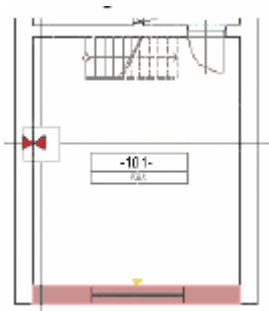

Рис. 2.1-4
1. Создайте левую стену в помещении 101. Также, как и в **части 2.1.1 пункт 2** переместите крестовидный курсор над линию. Закрепление линии будет сигнализироваться появлением «бантика» на линии (Рис. 2.1-4).